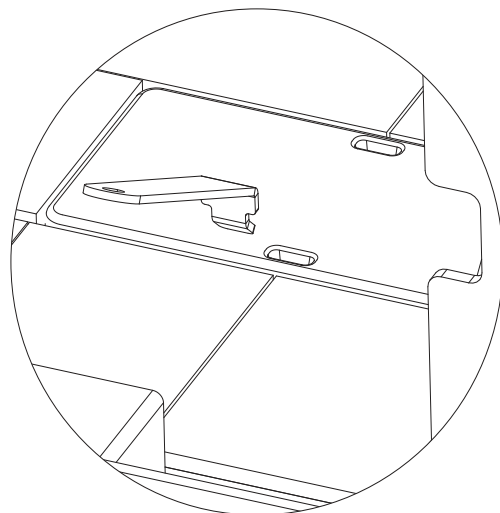

Figure 17.2
2. Retirez le couvercle en fonte depuis l'intérieur de la boîte à feu à l'aide des outils fournis. Videz les cendres à travers le canal du système d'élimination des cendres et vers le tiroir placé dessous (**Figure 17.2**).